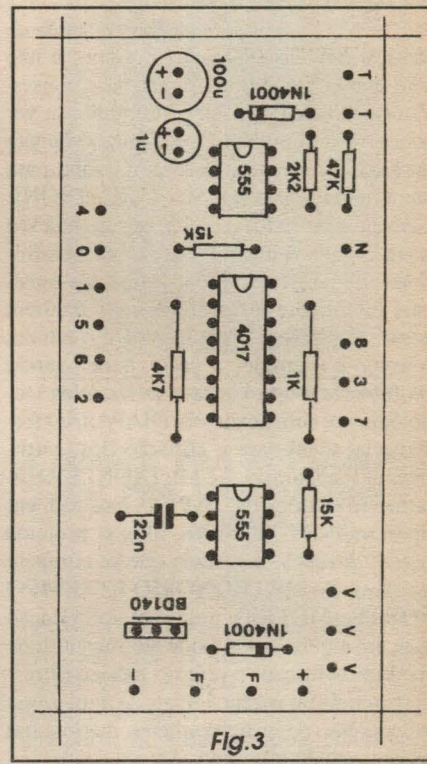

Fig.3
- FIG. 3 - CHAPEADO DA MONTAGEM - A figura mostra a face não cobreada do impresso, com todos os principais componentes (peças que vão, diretamente, *sobre* a placa...) posicionados, codificados, identificados em seus valores e polaridades... É só seguir tudo, ponto a ponto, com calma e atenção (*pressa não tá com nada* em montagens eletrônicas...), conferindo cada código, valor e polaridade,